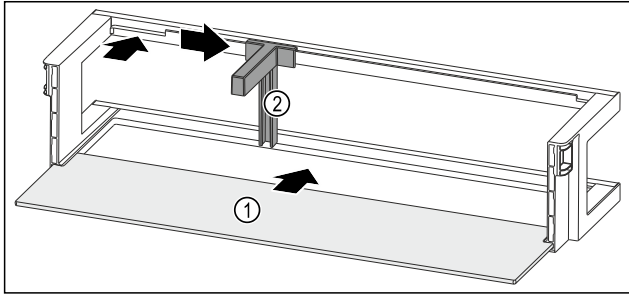

Fig. 123 Balconnet de contre-porte avec tablette de rangement
- Insérer la tablette de rangement Fig. 123 (1) dans les évidements latéraux.
- Insérer le porte-bouteilles Fig. 123 (2) dans l'évidement.
- Pousser le porte-bouteilles Fig. 123 (2) sur le côté en position souhaitée.